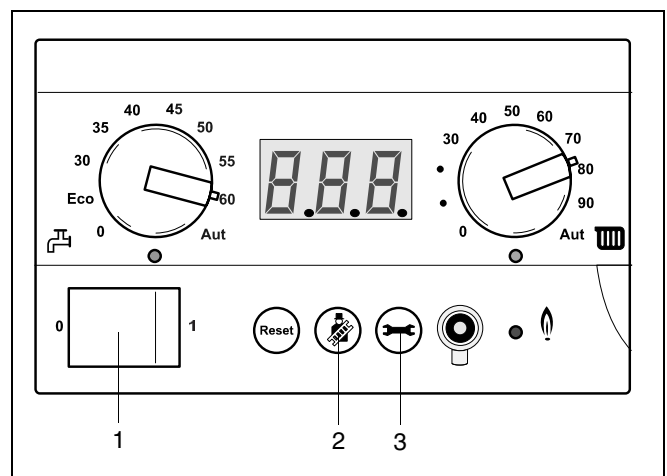

fig. 36 Schoorsteenvegerknop indrukken
- Neem het cv-toestel uit bedrijf door de netschakelaar (→ fig. 36, [1]) op stand "0" te zetten.
- Stel het cv-toestel in bedrijf door de netschakelaar (→ fig. 36, [1]) op stand "1" te zetten.
- Geef een warmtevraag door de schoorsteenvegerknop (→ fig. 36, [2]) in te drukken, totdat er linksonder in het display een punt wordt weergegeven. Het cv-toestel gaat max. 30 minuten op vollast in cv-bedrijf (schoorsteenvegerbedrijf).
- Breng het cv-toestel in "servicemode" door de schoorsteenvegerknop (→ fig. 36, [2]) tussen 2-5 seconden ingedrukt te houden tot er een niet-knipperende punt rechtsonder in het display verschijnt.
- Druk de schoorsteenvegerknop (→ fig. 36, [2]) en de serviceknop (→ fig. 36, [3]) gelijktijdig in, tot dat er "L --" in het display verschijnt.
- Druk de schoorsteenvegerknop (→ fig. 36, [1]) en de serviceknop (→ fig. 36, [2]) gelijktijdig in, totdat er "L--." (bijv. "LB1.") in het display verschijnt.